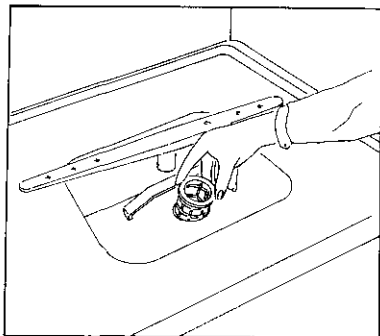

Fig. 15
A) Ôter le petit panier (fig. 15).